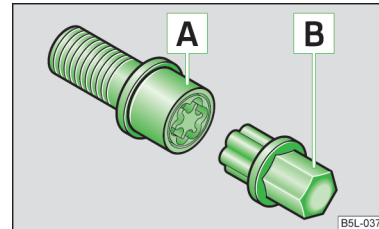

Abb. 144
- Den Adapter **B** » Abb. 144 mit seiner verzahnten Seite bis zum Anschlag so in die innere Verzahnung der Anti-Diebstahl-Radschraube **A** stecken, dass nur noch der äußere Sechskant herausragt.